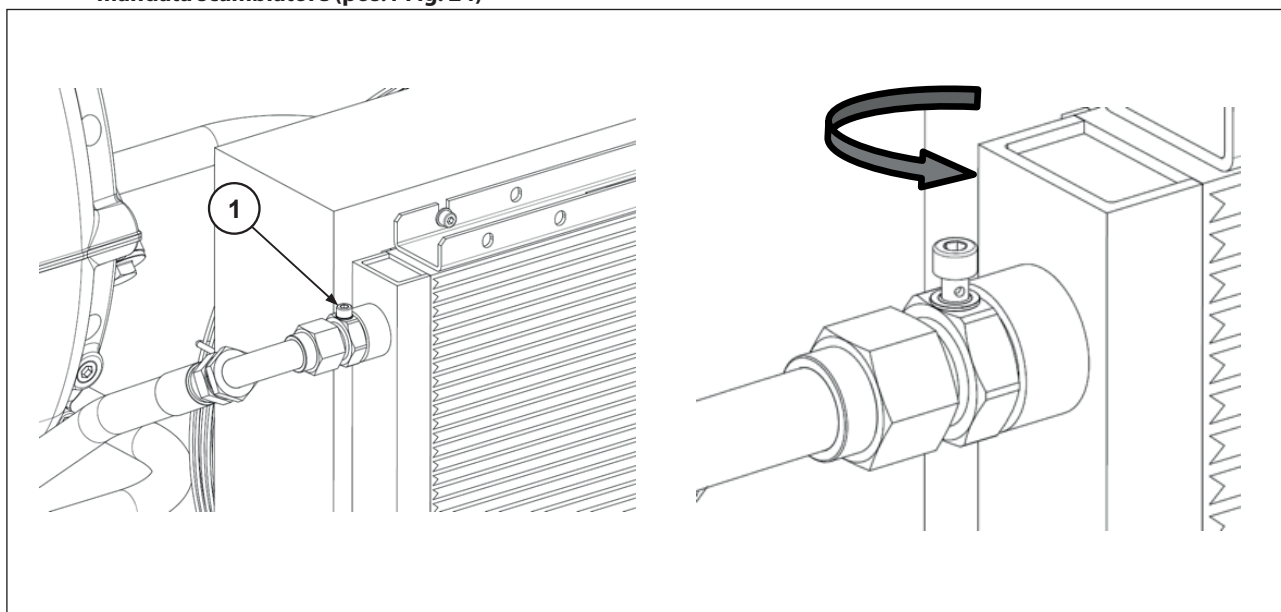

Fig. 24
Se dopo tale tempo non si rilevasse pressione al manometro pos.b procedere eseguendo lo spurgo dell'aria dal circuito aprendo la vite di sfianto presente sul raccordo del condotto di mandata scambiatore (pos.1 Fig. 24)